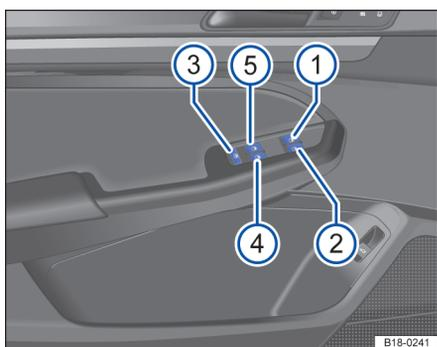

图 53 在驾驶员侧车门内：前部和后部车窗升降器的按钮
⇒ 图 53 的图例：
安全按钮 ⇒ 图 53 ③ 停用后车门内的车窗升降器按钮。这时按钮中的黄色指示灯亮起。